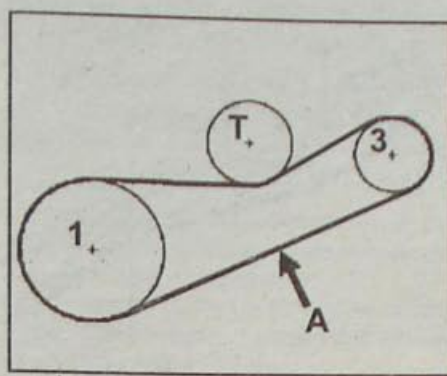

Рис. 2.32. Расположение на шкивах ремня привода вспомогательного оборудования двигателя Z:
- Установите датчик прибора Mot. 1273 по центру самой длинной ветви ремня (рис. 2.32, 2.33, 2.34).